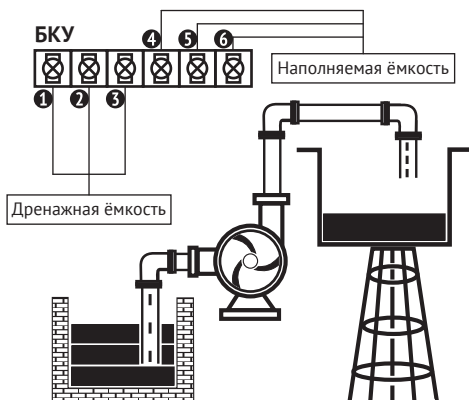

Рис. 4
Блок контрольных устройств (далее – «БКУ», см. рис. 2, 4) служит для подключения датчиков уровня (далее – «ДУ»), поплавкового выключателя (далее – «ПВ») и/или реле давления (далее – «РД»). Контакты БКУ ①, ② и ③ соответствуют показаниям контрольных устройств (пиктограммам) дренажной ёмкости, контакты ④, ⑤ и ⑥ – наполняемой ёмкости (рис. 4).